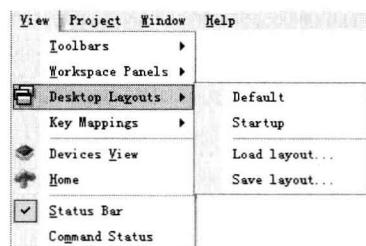

图1-9 “Desktop Layouts”级联菜单
- ◆ “Desktop Layouts（桌面布局）”命令：用于控制桌面的显示布局，其级联菜单如图1-9所示。